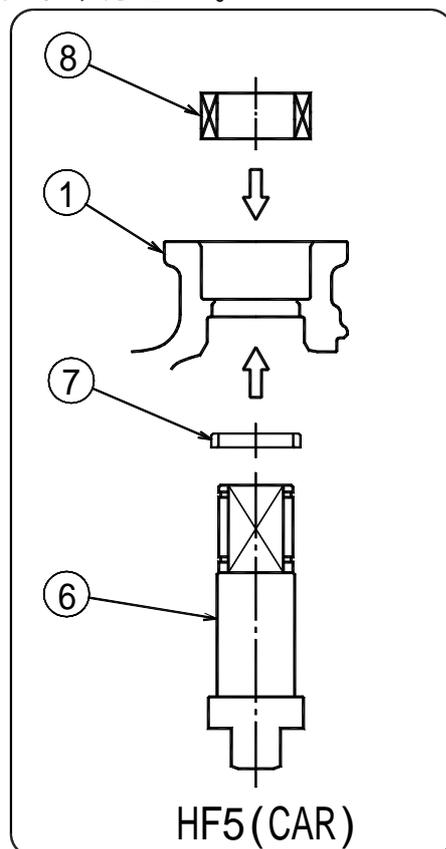

図 1
- 6) 図 1 および断面図を参照して，入れる順序，方向を確認し，グランドパッキンを装着する。但し，図 1 はHF5(CAM)，HF5(CAH)で記載しており，HF5(CAR)では，材質，形状，グランドパッキンの本数が異なります。